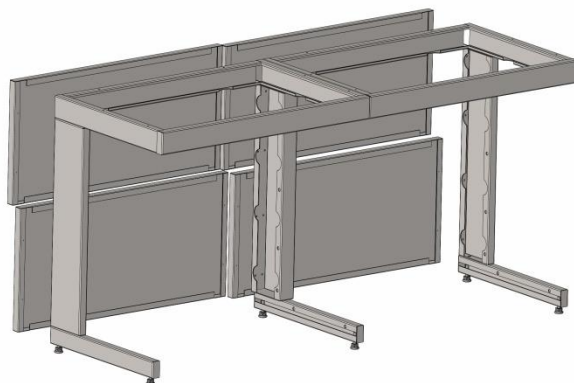

Рис. 4
3. Установить декоративные панели на боковины с помощью саморезов с полукруглой головкой 4,2x9,5 DIN 7981 (Рис. 4)